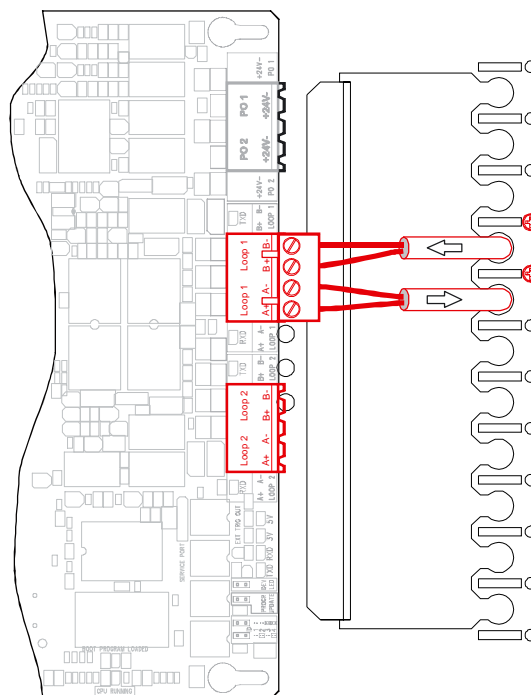

Рис.8
- Обратный конец к разъему B+ и B- (Рис.8) .